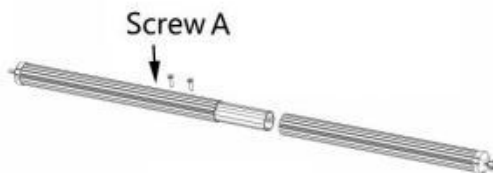

Figure C7
3.4.1 Wyjmij rurę nawojową markizy i pasujące do niej wewnętrzne rury łączące, połącz je zgodnie z rysunkiem i przymocuj wkrętami samogwintującymi A, aby utworzyć całość. (Rysunek C7)